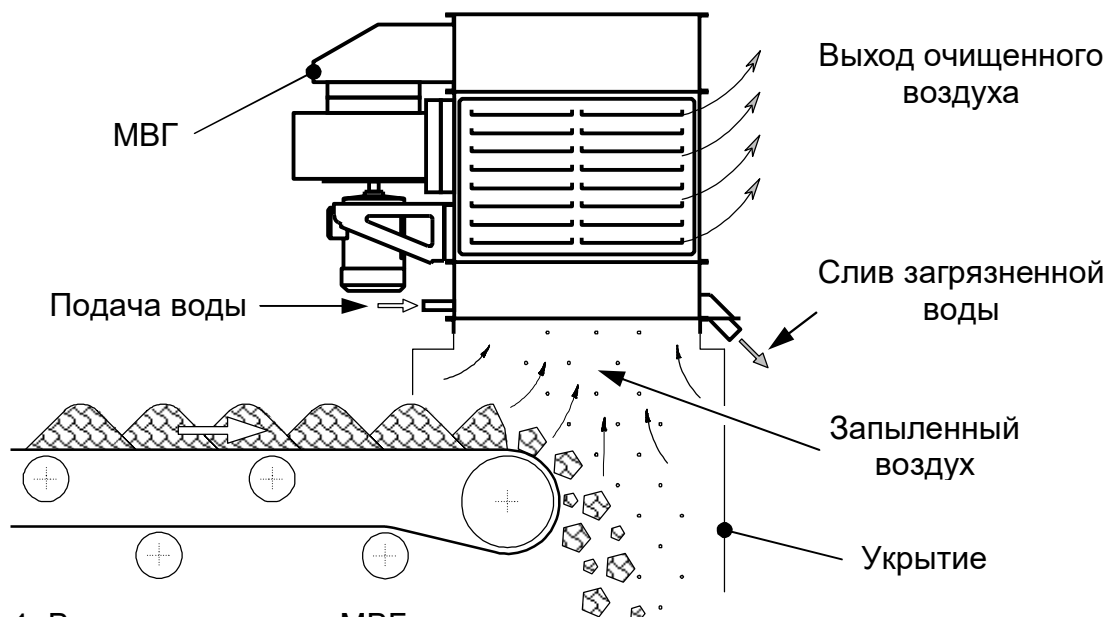
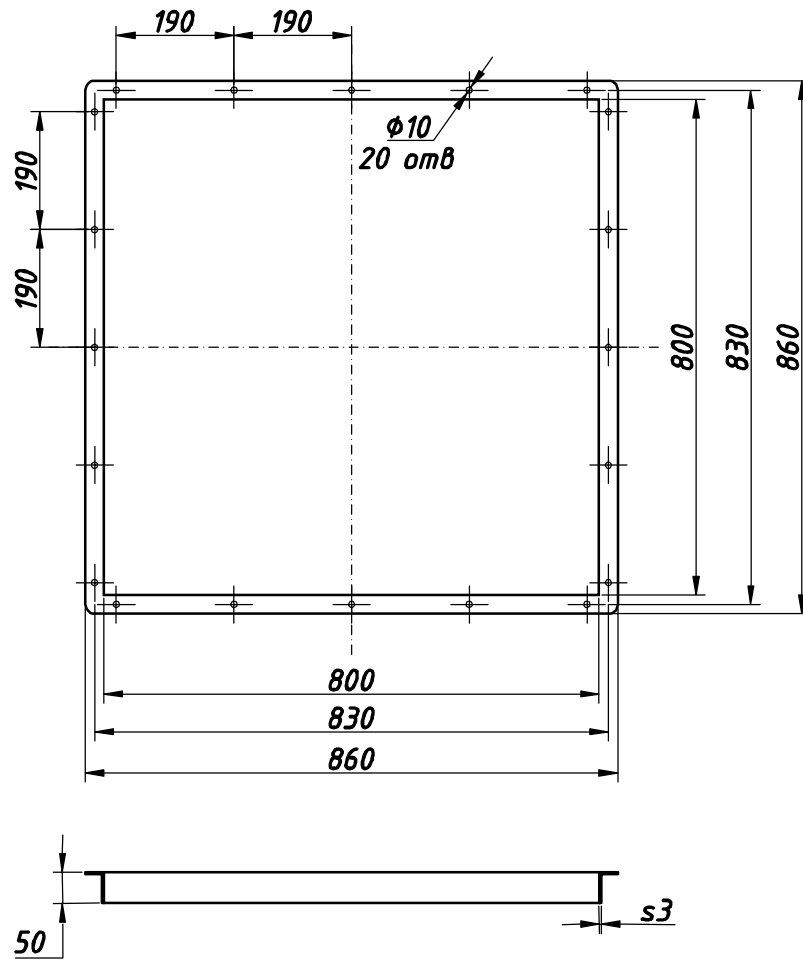

Рис. 1. Вариант установки МВГ
Рис.10. Монтажная рамка.
6.4. Необходимо приварить к укрытию монтажную рамку (см. рис.10), поставляемую в комплекте, разместить на нее МВГ и скрепить их болтами (см. рис.1). Отклонение МВГ от вертикали должно быть не более 3°.